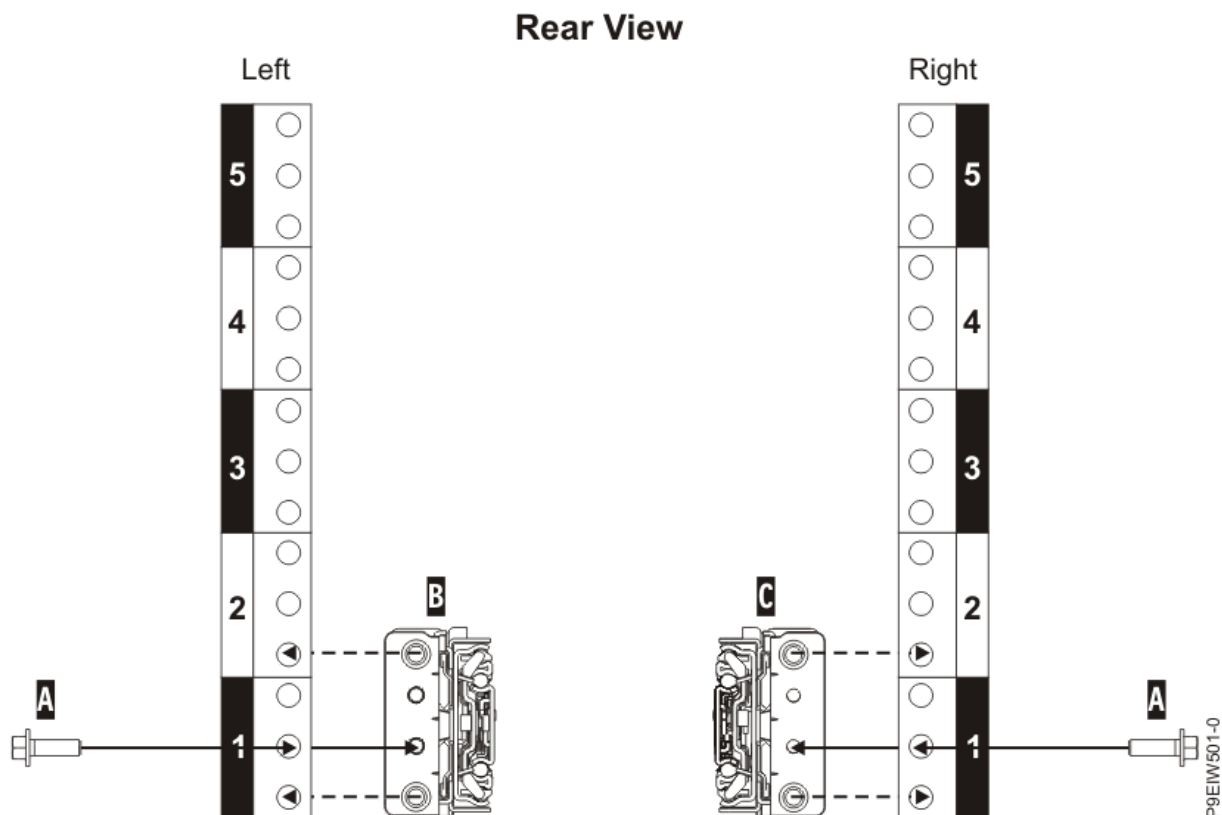

Figura 3. Conectando os trilhos deslizantes na parte traseira do rack
10. Conecte o trilho deslizante esquerdo (B) e o trilho deslizante direito (C) com um parafuso M5 x 16 mm (A) como mostrado na Figura 3 na página 4. Insira e aperte cada parafuso no orifício roscado deslizante de flange, localizado no orifício intermediário da unidade de rack EIA inferior.